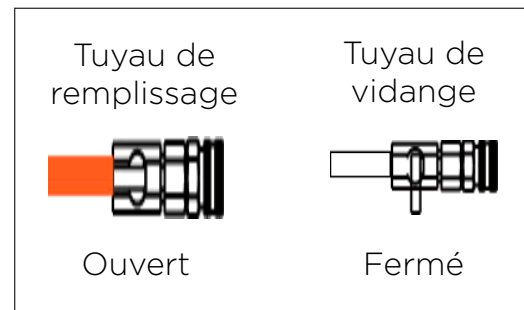
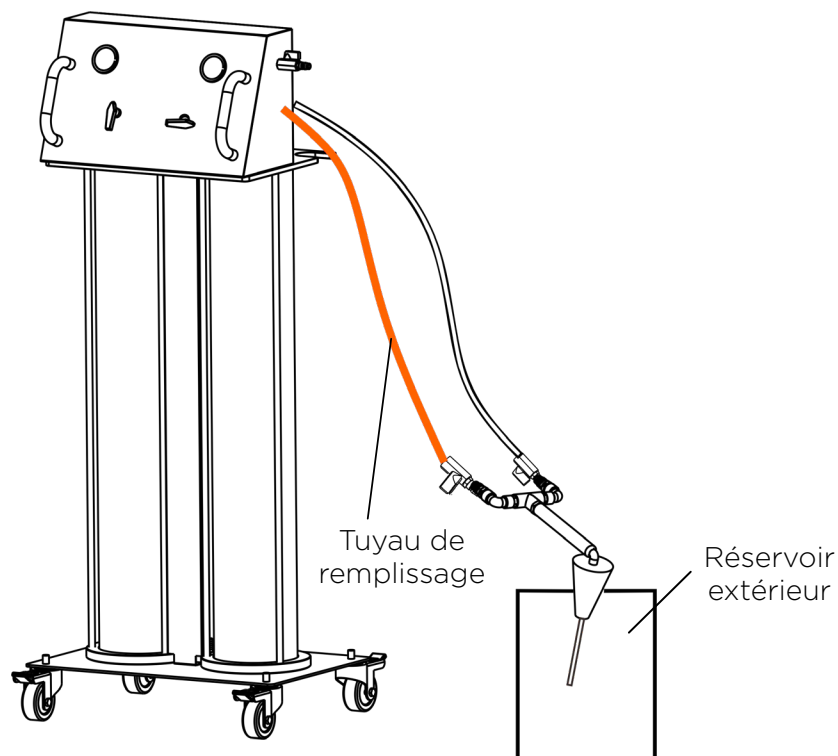

Fig. 17
Fig. 18
- Placer le cône au-dessus du bac (Fig. 18) avant d'ouvrir la vanne du tuyau orange (Fig.17). Une fois la cuve de liquide usagé complètement vide, refermez la vanne du tuyau orange et repositionnez toutes les vannes en façade sur la position "OFF" (Fig 1 et 2)